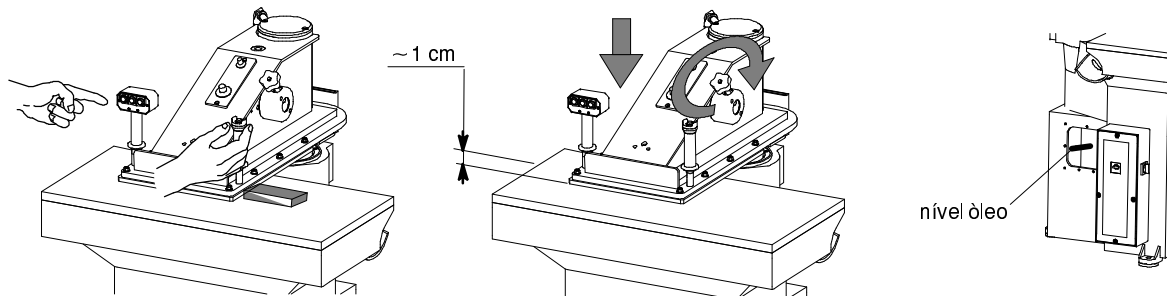

Fig. 9
- Intercalar entre o cepo e o braço rotativo um bocado de madeira ou outro material resistente tendo como espessura 2 cm. e accionar a máquina por alguns minutos, através dos botões de comando (que se devem carregar **contemporaneamente**): aquele do punho sob direita e um dos três do punho esquerdo. Esta operação torna-se necessária a fim de expulsar todo o ar contido nos tubos dos cilindros. Tirar a espessura anteriormente utilizada e, assegurar-se que não existe algum objecto sobre a mesa de trabalho, rodar lentamente o volantezinho em sentido anti-horário até o braço quando se abaixa se posiciona a 1cm da mesa de corte. A este ponto controlar o nível de óleo no depósito e se necessário meter outro óleo, até atingir a linha vermelha de máximo nível (direita Fig. 9). Só assim fazendo se terá a segurança de ter no depósito a quantidade exacta de óleo.